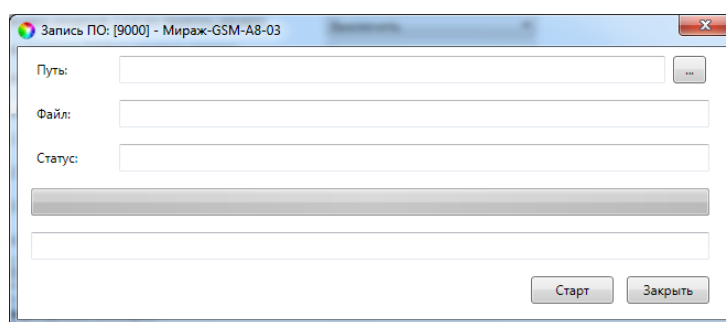

Рис. 10.1. Окно *Запись ПО*
1. Загрузите новую версию встроенного программного обеспечения с веб-сайта ООО «НПП «Стелс». Файл поставляется в архиве **A8-03 (X).rar** (где X — номер версии). Извлеките файл из архива с помощью любой программы для работы с архивами. Название файла встроенного программного обеспечения — **A8-03 (X).sbin** (где X — номер версии).
3. В открывшемся окне *Запись ПО* (рис. 10.1) в поле **Путь** укажите путь к файлу встроенного программного обеспечения на вашем ПК. После этого в поле **Файл** будут отображены свойства указанного файла встроенного программного обеспечения (версия и модель контроллера, для которой оно предназначено).